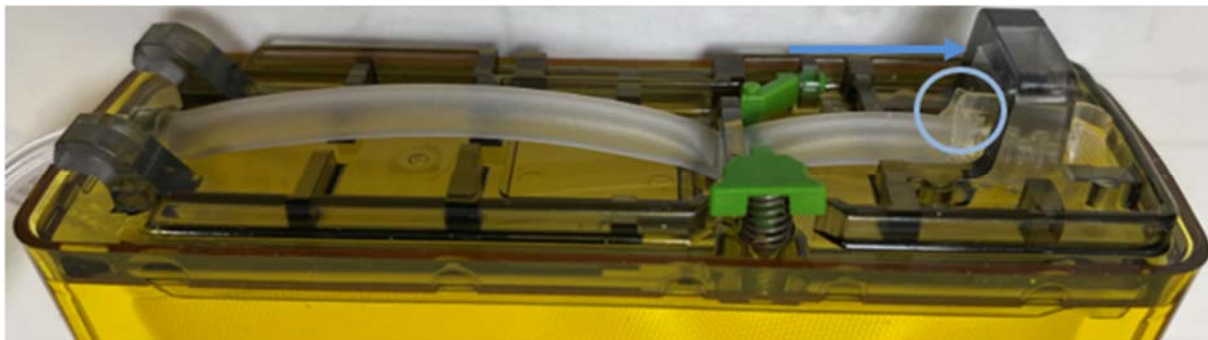

Figure 1. Cassette réservoir CADD
- Alternativement, vous pouvez retirer la cassette de la pompe et pousser l'ergot en plastique mis en évidence dans le cercle ci-dessous en direction de l'arche du réservoir comme indiqué par la flèche sur la Figure 1. Le patient ne doit pas être connecté au consommable CADD lors de cette opération.